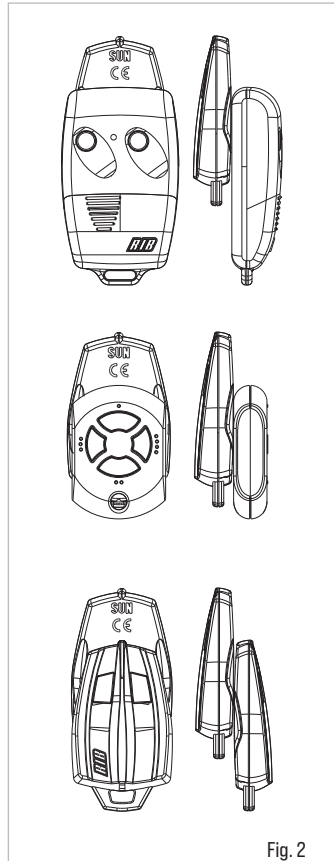

Fig. 2
3. Während der Zeit von 15 s eine der Tasten auf der Fernbedienung (z.B. Kanal A, kann auch Kanal B, C oder D sein) für die Registrierung in SUN CLONE 2.0 drücken, wie beschildert in Fig. 2.
N.B.: Die Klonung wie in Fig. 2 beschildert ausführen, Fernbedienung auf SUN CLONE 2.0. Eine abweichende Position erlaubt keine exakt gleiche Klonung.